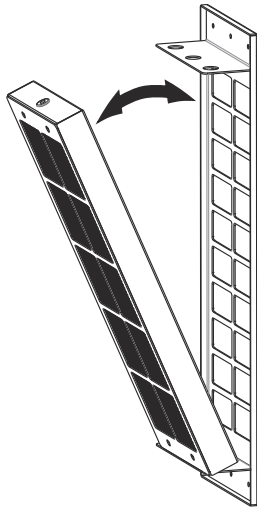

Fig. 5
3. ➤ Ta bort kolfiltret från ramen som visas i (Fig. 5).